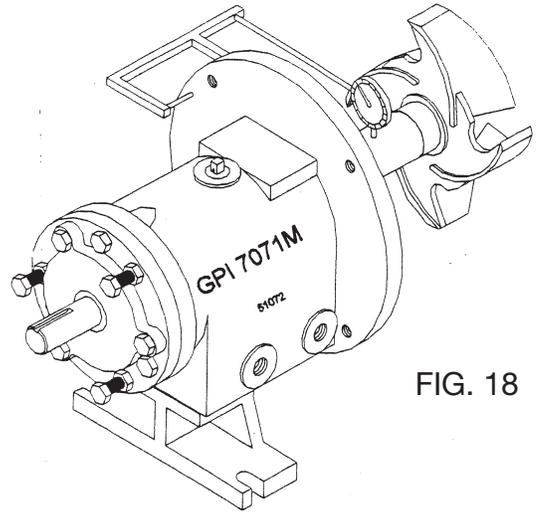
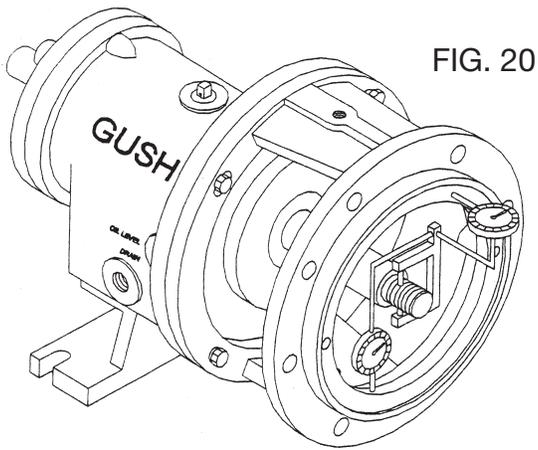

FIG. 18
FIG. 20
3. Inspeccione el “runout” del eje. Inspeccione la manga del eje (16) y enhile el impulsor (26) en el eje. Apretre a mano, luego rote el impulsor un turno. Si la lectura varia más de .002”, desmonte la armadura de fuerza motriz y determine la causa. Quite el impulsor y la manga del eje. (Fig. 18)
5. Instale el vástago (18) a la armadura de rodamientos. “Torque” pernos, en un diseño entrecruzado, a especificaciones en Tabla 6.
6. Inspeccione “runouts” de vástago. Rote el eje un turno, si la lectura varia más de .005”, desmonte la bomba y determine la causa. (Fig.20)